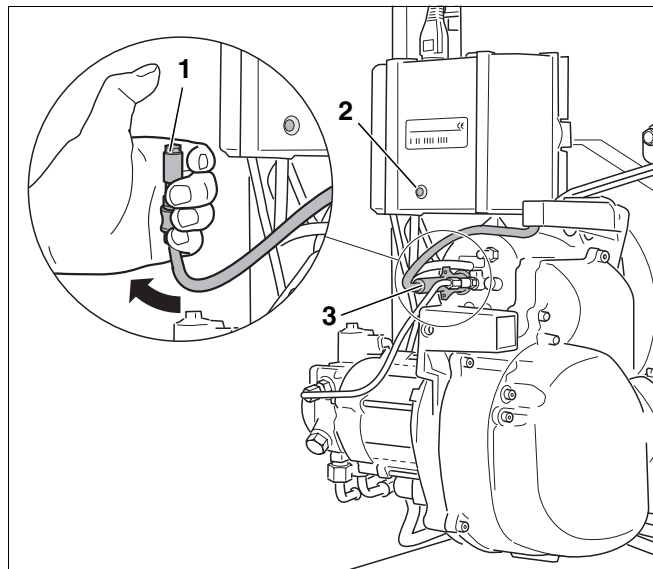

Рис. 43 Проверка работы датчика пламени
- При работающей горелке вынуть датчик пламени из держателя (рис. 43, **поз. 3**).
- Датчик пламени держать против света (рис. 43, **поз. 1**). После повторного запуска должно произойти отключение из-за неисправности.
- По истечении времени ожидания, составляющего примерно 30 секунд, нужно разблокировать автомат горения дизельного топлива, нажав кнопку подавления помех (рис. 43, **поз. 2**) или кнопку Reset на BC10.